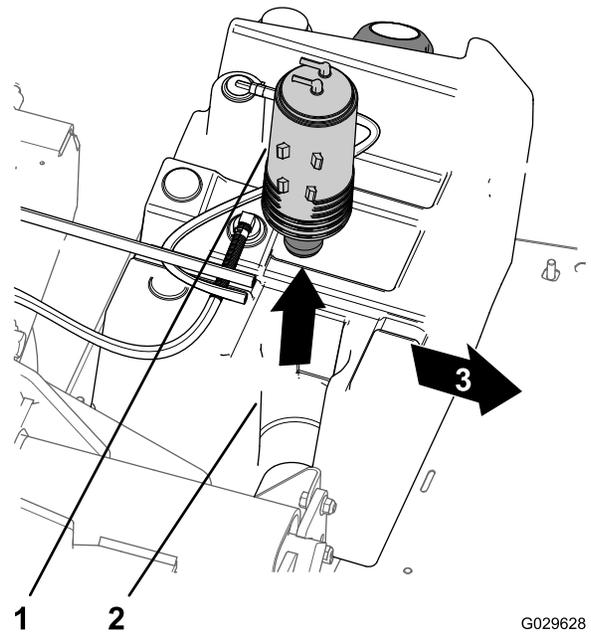

図 48
- 燃料タンクのマウントからカーボンキャニスタを取り出す 図 48。
7. 新しいカーボンキャニスタを、燃料タンクのマウントに取り付ける二つのフィッティングPurgeとFuel tankを後ろに向けて取り付ける 図 48。